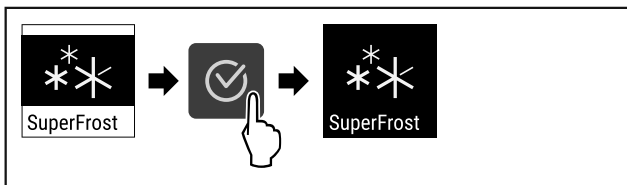

Fig. 93
- ▶ Εκτελέστε τα βήματα ενεργειών (βλέπε Fig. 93) .